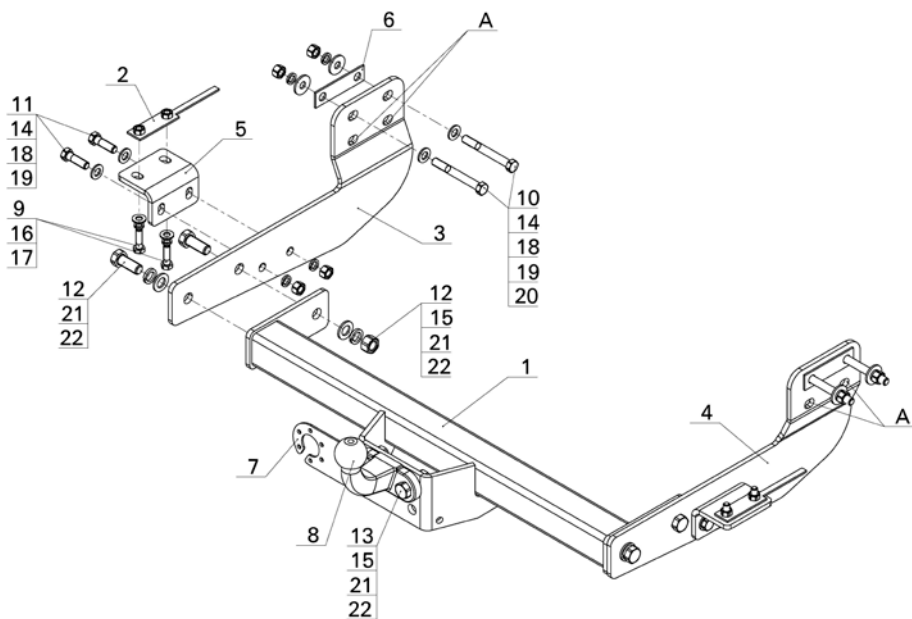

Рис.1.
- Выкрутить штатные болты в точках А, см. рис.1;